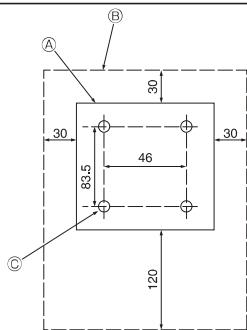

Fig. 6-2
- เลือกตำแหน่งที่จะติดตั้งรีโมทคอนโทรล (Fig. 6-2)